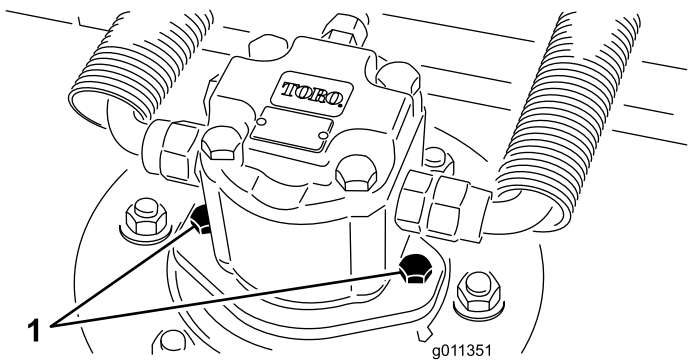

Bild 95
2. Schließen Sie den Hydraulikmotor von der Schneideinheit ab und nehmen Sie ihn ab (Bild 95). Decken Sie die Spindeloberseite ab, um einer Verunreinigung vorzubeugen.
4. Montieren Sie den Hydraulikmotor am Mähwerk (Bild 95). Stellen Sie sicher, dass sich der O-Ring unbeschädigt in seiner Position befindet.